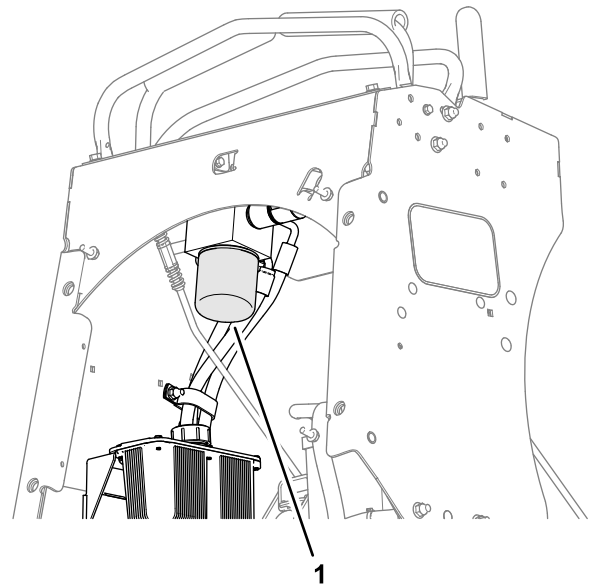

Figura 55
1. Desenrosque el filtro, retírelo y deje que se drene el aceite (Figura 55).
3. Gire el filtro en sentido horario hasta que la junta de goma entre en contacto con el adaptador del filtro, luego apriete el filtro entre 2/3 y 3/4 de vuelta más (Figura 55).